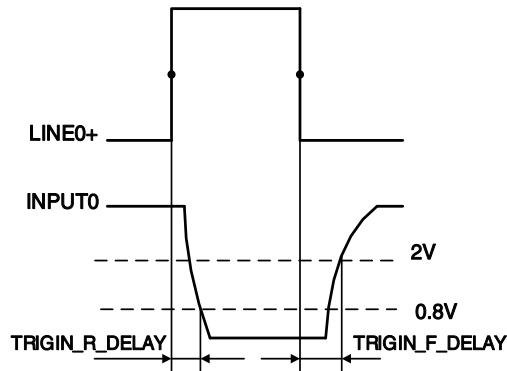

图 7-7 光耦隔离输入电路参数
- 上升沿延时时间: <50μs (0°C ~45°C), 参数说明见图 7-7
- 下降沿延时时间: <50μs (0°C ~45°C), 参数说明见图 7-7